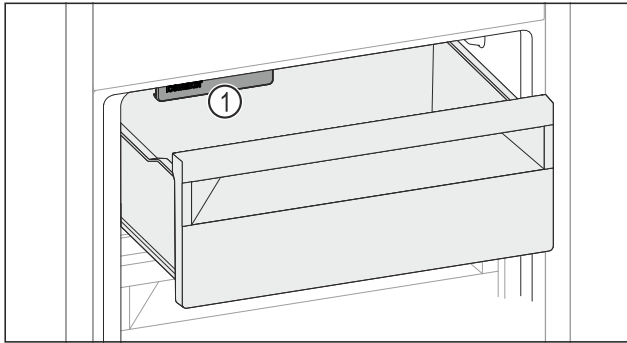

Fig. 151
- ▶ IceMaker Fig. 151 (1) berücksichtigen.